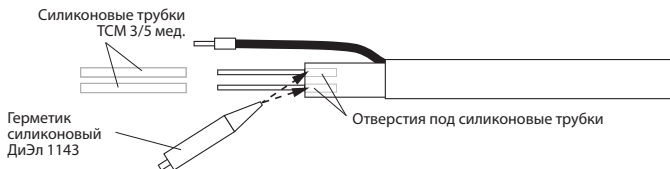

Рис. 6
5.1.6. Заполнить отверстия в заделке соединительной, из которых выходят жилы, герметиком. Надвинуть на жилы силиконовые трубки ТСМ 3/5 мед. и плотно вставить их в отверстия в соединительной заделке (см. рис. 6).